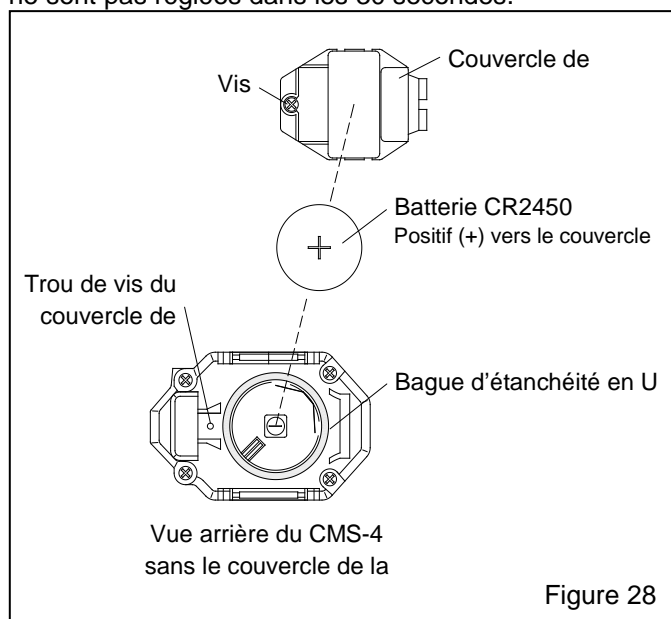

Figure 28
6.1.5 Installez soigneusement la nouvelle batterie en respectant la polarité indiquée sur la face inférieure du couvercle et dans le compartiment à piles. Le côté négatif (-) de la batterie entre dans le contrôleur comme illustré sur la figure 28.